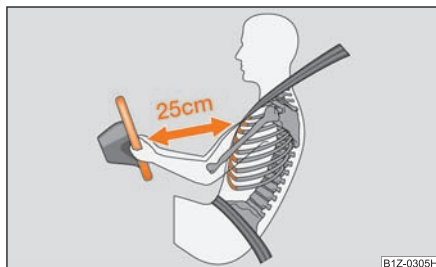

Fig. 173 Distanța sigură față de volan
- Atât pentru conducător cât și pentru pasagerul dreapta este important să păstreze o distanță de cca. 25 cm față de volan, respectiv de tabloul de bord ⇒ fig. 173. Dacă nu se respectă această distanță, sistemul airbag nu își poate exercita eficiența maximă – Pericol! Pe lângă acestea, scaunele din față și tetierele trebuie să fie întotdeauna reglate în funcție de mărimea corpului.